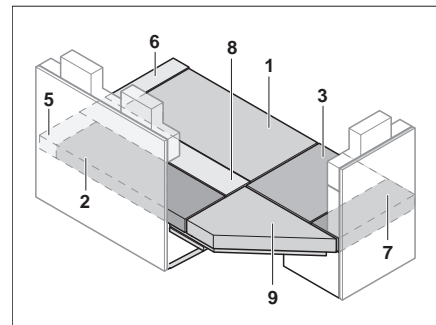

Fig. 147 Après la transformation
- Placer les coussins d'assise, les dossiers et les coussins supplémentaires comme montré en Fig. 147.